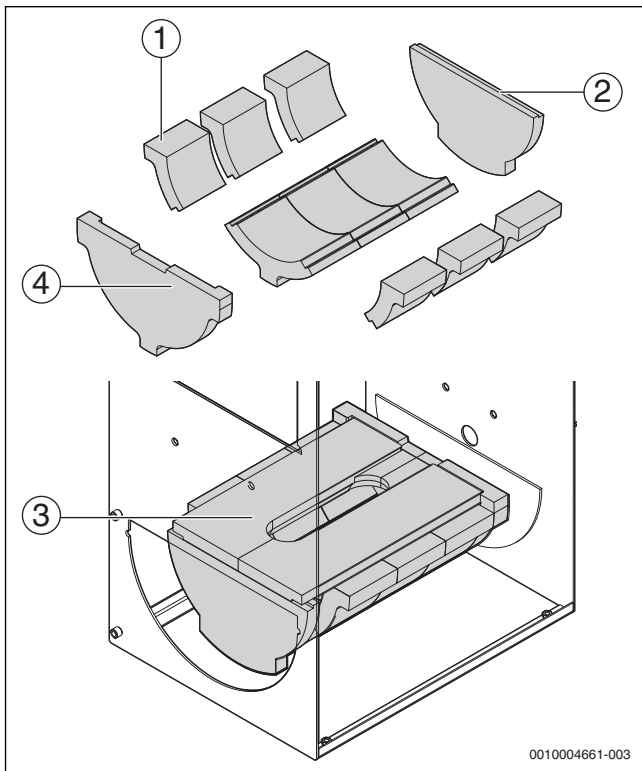
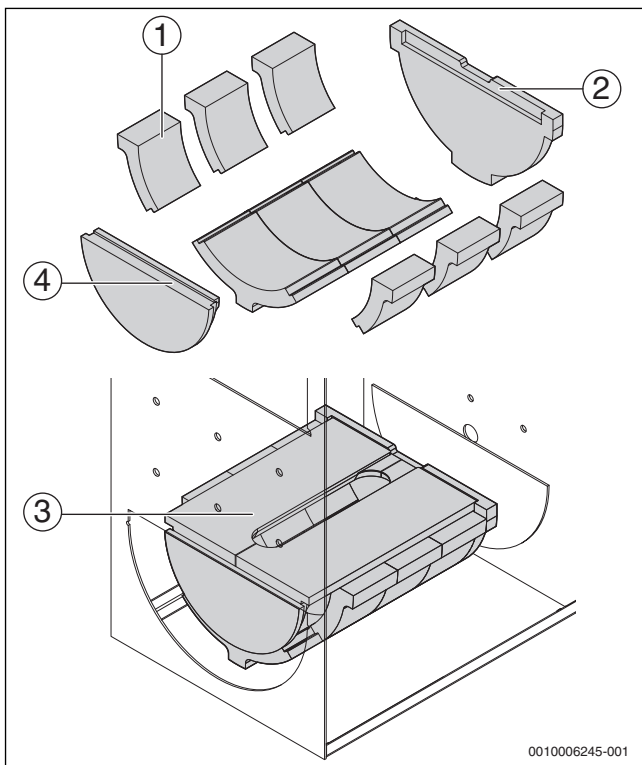
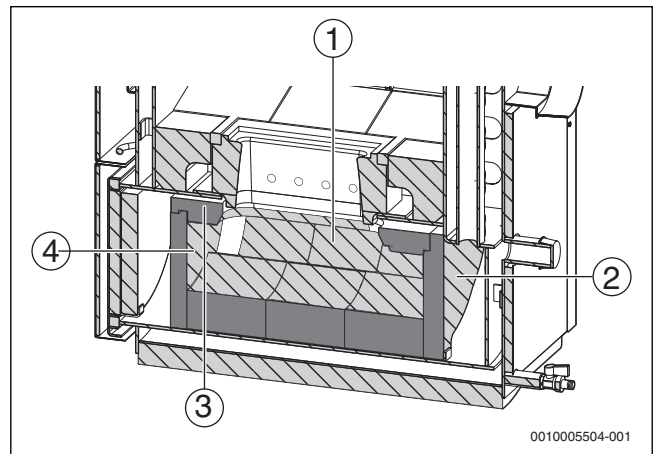
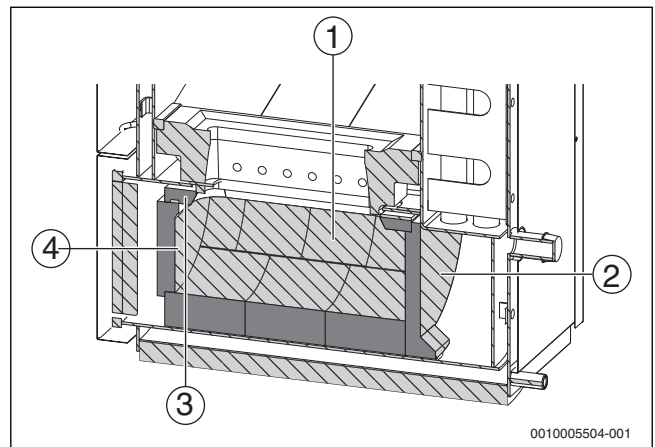

Рис. 41 Расположение камней в топочной камере котлов мощностью 20 и 30 кВт
Рис. 42 Расположение камней в топочной камере котлов мощностью 40 и 49,5 кВт
Рис. 43 Смонтированные камни в топочной камере котлов мощностью 20 и 30 кВт
Рис. 44 Смонтированные камни в топочной камере котлов мощностью 40 и 49,5 кВт
- ▶ Уложите камни на прежнее место (→ рис. 41, стр. 40).
Пояснения к рис. 41, рис. 42, рис. 43 и рис. 44: